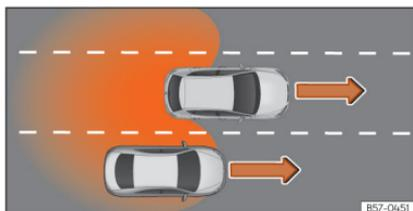

Fig. 130 Ultrapassagem na faixa de rodagem central e incorporação posterior na faixa de rodagem direita.
- Quando se ultrapassa outro veículo »» **Fig. 130** com uma diferença de velocidade de aprox. 10 km/h [6 mph]. Se a ultrapassagem é consideravelmente mais rápida, não se mostra qualquer indicação.